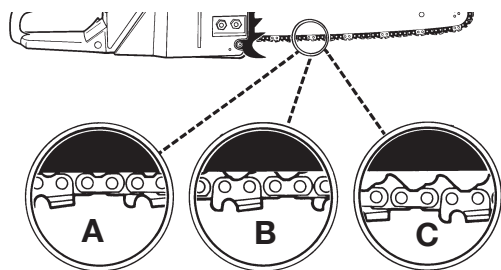

Fig. 29
| | PRECAUCIÓN: Si la cadena está MUY FLOJA o MUY APRETADA , el engranaje, la barra, la cadena y las tuercas se desgastarán más rápido. Estudie la Fig. 29 para más información sobre la tensión en frío (A), la tensión en caliente (B), y el ajuste de la sierra (C). |